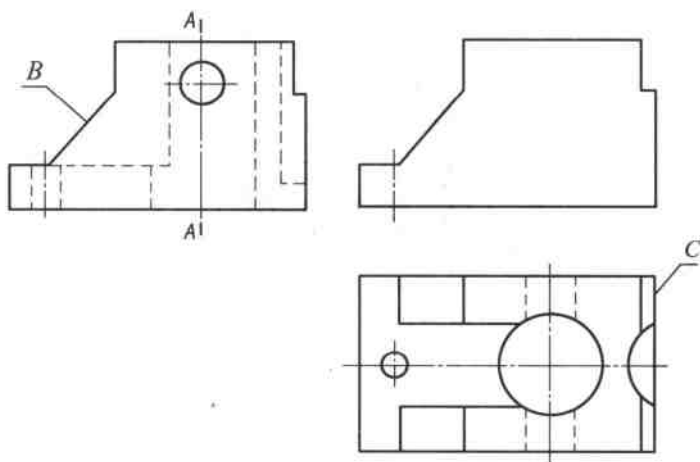

图 30
30. 根据给定的 B 、 C 向视图 (图 30), 将主视图改画成全剖视图, 并补画 $A-A$ 为半剖视图。